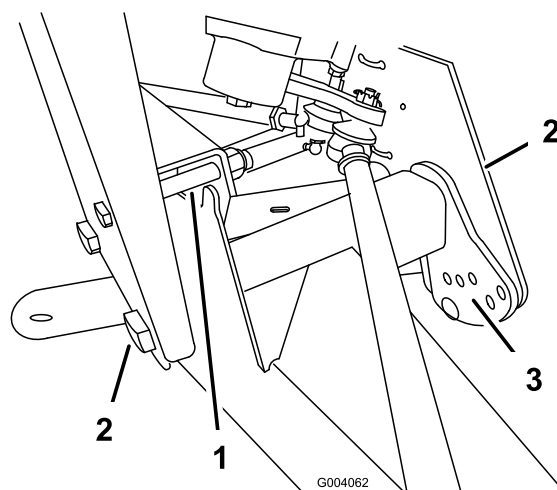

Figure 42
2. Enlevez le boulon limiteur de course (Figure 42).
3. Desserrez les boulons de centrage dans le bras triangulé avant (Figure 42).
4. Retirez le boulon de réglage de hauteur de caisse (Figure 42).
5. Tournez le bras triangulé avant à la position voulue (voir la note ci-après), puis remettez en place le boulon de réglage de hauteur de caisse (Figure 42).
7. Reposez le boulon limiteur de course (Figure 42).